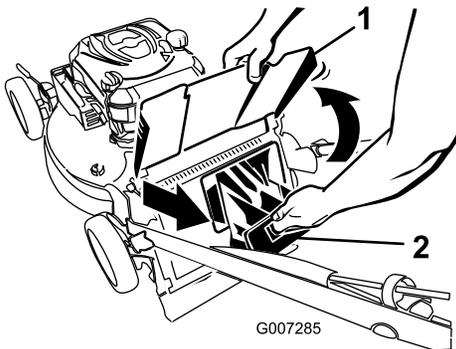

Bild 38
1. Heben Sie das Auswurfablenkblech an und halten es hoch (Bild 38).
2. Ziehen Sie die Heckauswurfklappe ab (Bild 38).